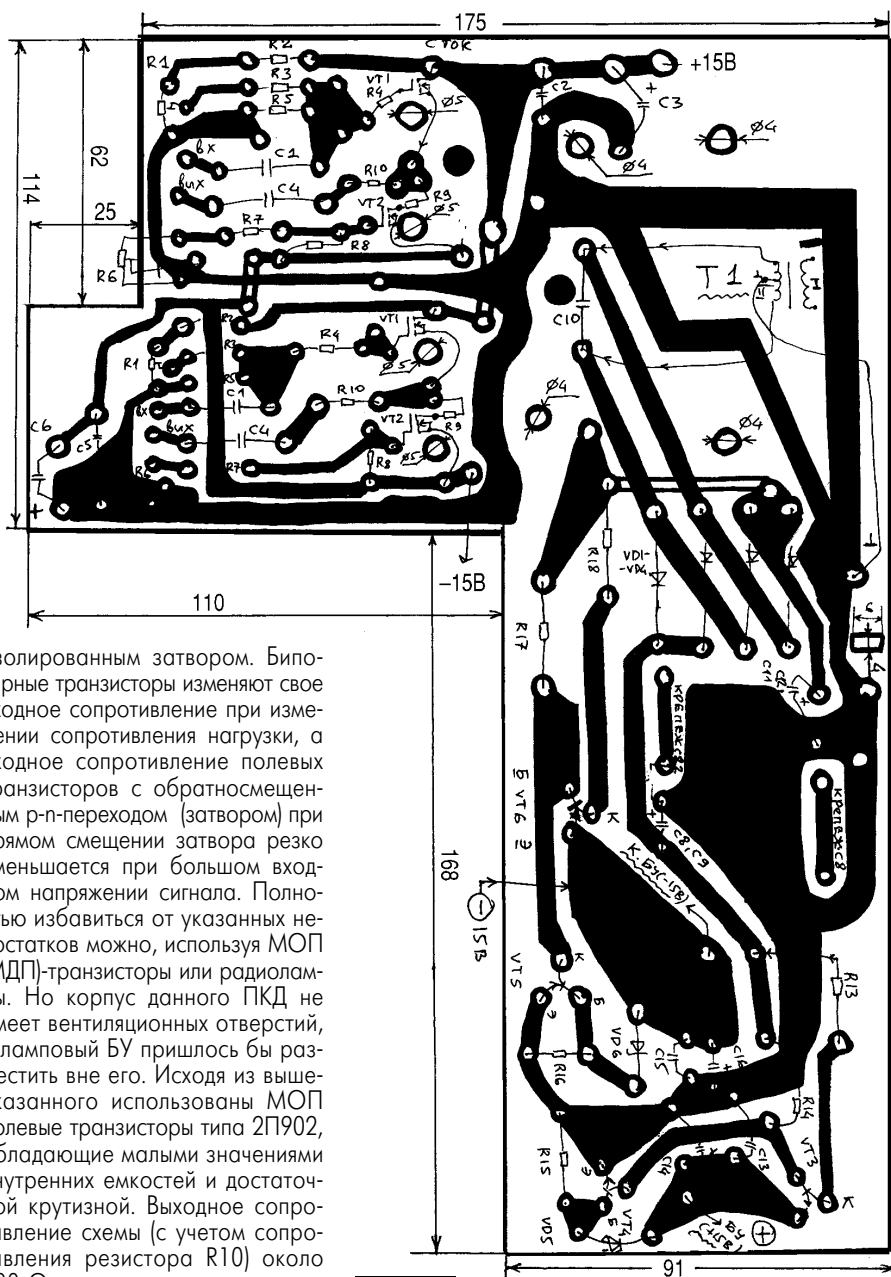

рис. 3
**Конструкция.** БУ вместе со стабилизатором и сетевым трансформатором собран на одной печатной плате. Рисунок печатной платы показан на рис.3. На ней смонтированы электролитические конденсаторы типа К50-35 (C3, C6, C8, C12, C14, C16) и K73-17 (все остальные).